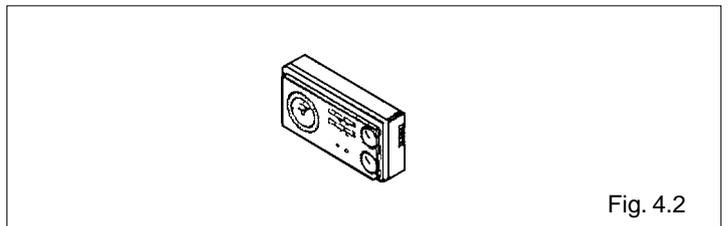

Fig. 4.2
- regular el termostato ambiente a la temperatura deseada ($\sim 20^{\circ}\text{C}$), o bien, si la instalación posee un programador horario o termostato, controlar que esté activado y regulado ($\sim 20^{\circ}\text{C}$) (fig. 4.2);